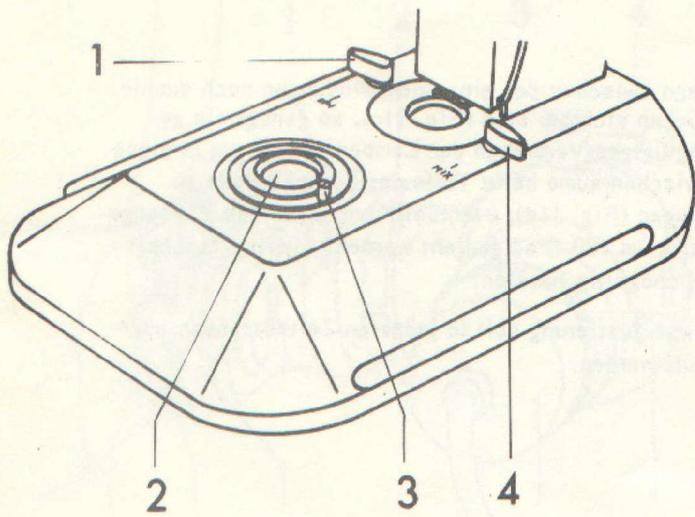

Fig. 12
Am "ZETOPAN" Durchlichtbeleuchtung einstellen – die Schwenkhebel (1/ Fig. 12) und (4/ Fig. 12) nach links bzw. nach rechts außen drehen.
Schwenklinse mit Knopf (3/ Fig. 12) auf "EX" stellen.
Auf die Lichtaustrittsöffnung (2/ Fig. 12) ein Blatt Papier legen. Durch Einstellen des Lampenkollektors mit Rändelrad (12) und Schließen der Lampenfeldblende mit Stift (13) das Bild des glühenden Wendels auf
Am "ZETOPAN" Durchlichtbeleuchtung einstellen – die Schwenkhebel (1/Fig. 12) und (4/Fig. 12) nach links bzw. nach rechts außen drehen.
Schwenklinse mit Knopf (3/Fig. 12) auf "EX" stellen.
Auf die Lichtaustrittsöffnung (2/Fig. 12) ein Blatt Papier legen. Durch Einstellen des Lampenkollektors mit Rändelrad (2) und leichtes Schließen der Lampenfeldblende mit Stift (1) das Bild des glühenden Wendels auf dem Papier entwerfen.